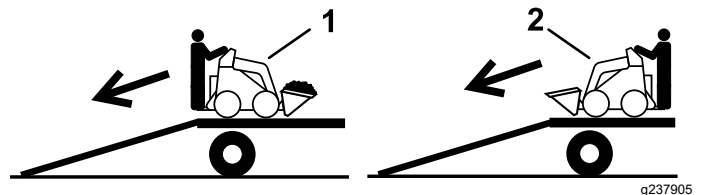

Figure 15
2. Placez toujours l'extrémité la plus lourde de la machine en haut de la rampe, la charge en bas, pour la descendre de la remorque (Figure 15).